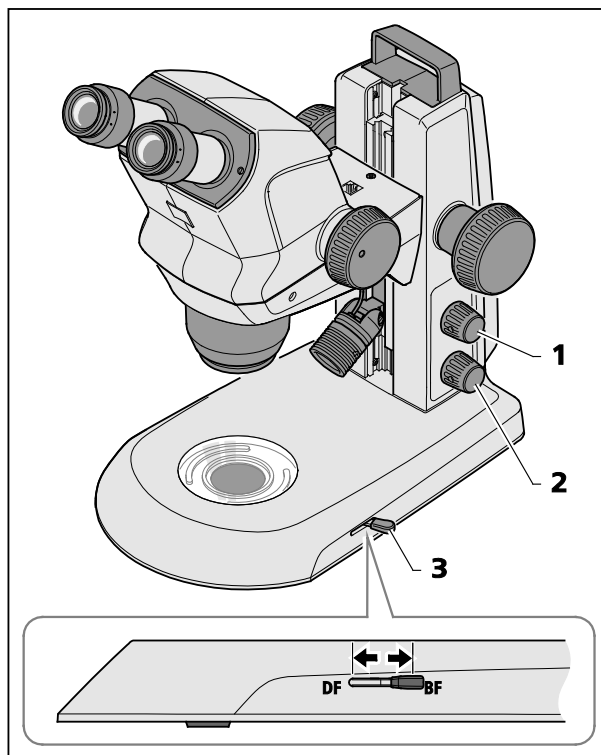

図 19 スタンド K EDU の透過光モジュール
- 下側の回転ボタン（図 19/2）を押して、透過光をオンにします。
- レバー（図 19/3）を動かして、明視野ライトと暗視野ライトを切り替えます。
上側の手まみ（図 19/1）を押すと、さらに入射光が混入します（26 ページの第 4.2 章を参照）。